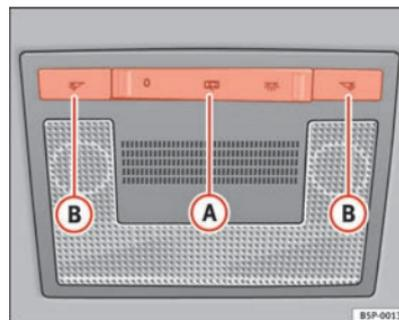

Fig. 80 Revestimiento interior del techo: iluminación delantera del habitáculo
Con el mando (A) ⇒ fig. 80 puede seleccionar las siguientes posiciones:
Pulsar el conmutador a la posición **O** ⇒ página 131, fig. 80.